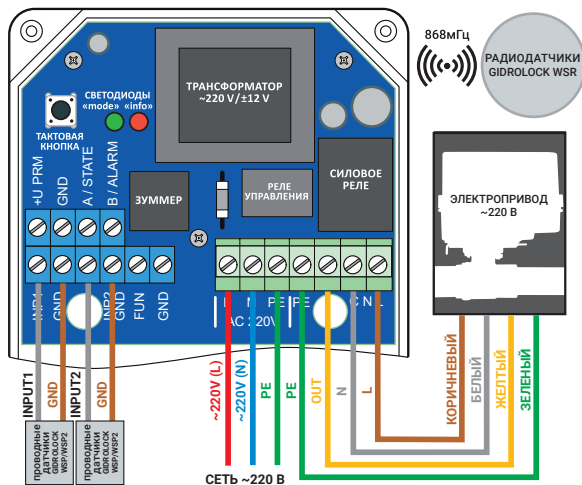

Рис. 2. Схема подключения электропривода GIDROLOCK на напряжение питания 220 В и проводных датчиков протечки воды GIDROLOCK WSP или WSP2.
5.1 Кабель питания подключается к клеммам: **L** – фаза 220 В; **N** – нейтральный проводник (рис. 2).
5.3 Электропривод GIDROLOCK с напряжением питания 220В подключается к блоку управления согласно схеме, приведенной на рис. 2. Для подключения большого количества электроприводов возможно использовать дополнительные клеммные блоки и монтажные коробки.